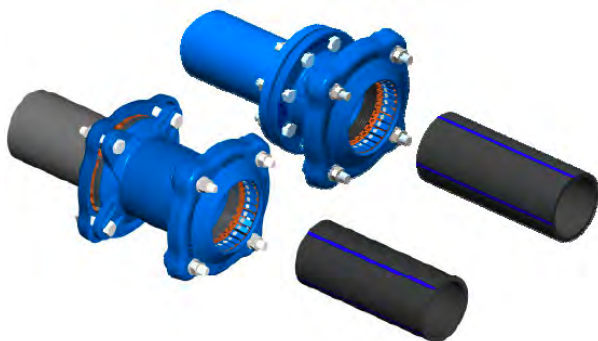

Bild 2
3.3 Röhre müssen innerhalb der Kupplung zueinander ausgerichtet und mit konzentrischen Enden platziert werden - Bild 2. Zur einfacheren Installation sollten Rohrenden mit der minimalen und maximalen Tiefe markiert werden, wie in Tabelle B oder C gezeigt. Die Röhre müssen bis zur Markierung eingeführt werden unter Einhaltung der angegebenen Tiefe aus der Tabelle B oder C angegebenen Minimum und Maximum.